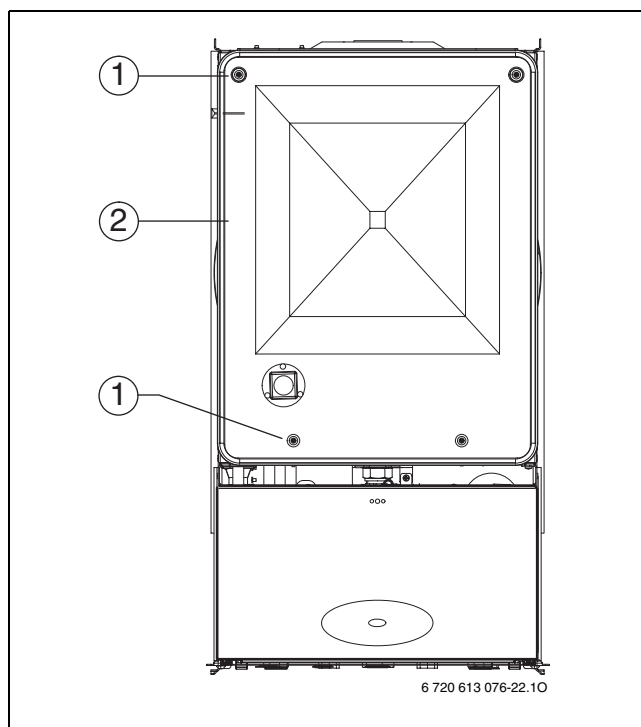

Fig. 47 Se deschide camera de aer
- ▶ Se desfac cele patru șuruburi (1) și se scoate capacul camerei de aer (2) (→ Fig. 47).